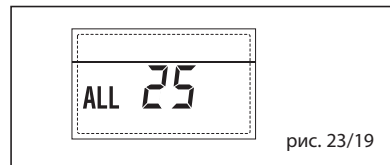

рис. 23/19
– **НЕПОЛАДКА ВСПОМОГАТЕЛЬНОГО ДАТЧИКА (S3) “ТРЕВ. 26”** (рис. 23/20)